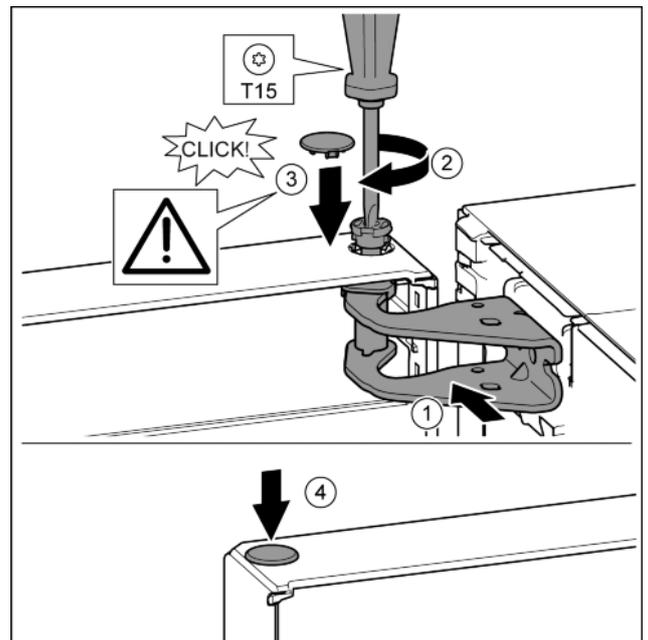

Fig. 16
- ▶ Tür oben zur Öffnung im Lagerbock ausrichten. Fig. 16 (1)
- ▶ Bolzen einsetzen und mit Schraubendreher T15 festschrauben. Fig. 16 (2)
- ▶ Sicherheitsabdeckung zur Sicherung der Tür montieren: Sicherungsabdeckung einsetzen und Kontrollieren ob sie auf der Tür aufliegt. Ansonsten Bolzen vollständig einsetzen. Fig. 16 (3)
- ▶ Stopfen einsetzen. Fig. 16 (4)